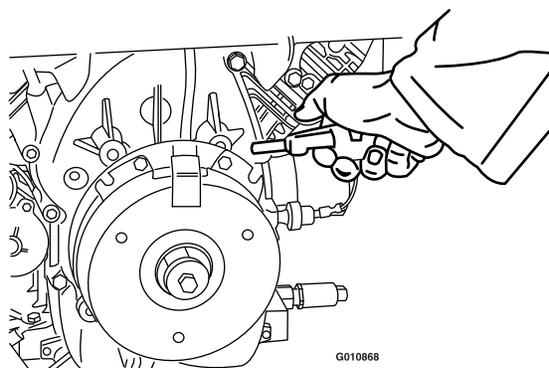

Рисунок 77
3. С помощью воздушной пистолетной системы удалите мусор из-под тяги тормоза и вокруг проставок тормоза (Рисунок 77).